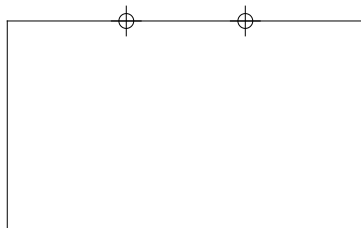

图3-22 “定数等分”线
- 02 执行“绘图”|“点”|“定数等分”命令，将矩形上侧边线等分为3份，如图3-22所示，命令行操作如下。